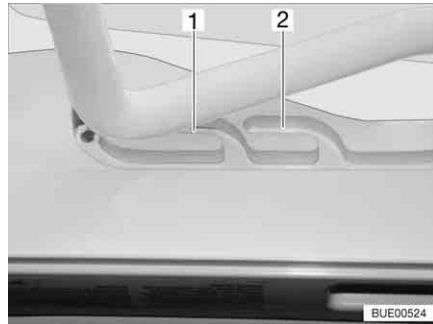
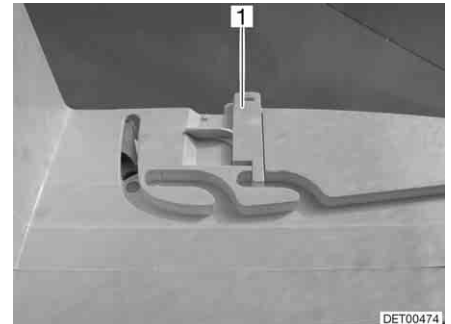

Fig. 91 Claraboya Heki en posición de ventilación
Fig. 92 Bloqueo de la posición de ventilación
La claraboya Heki se puede colocar en dos posiciones de ventilación: Posición de mal tiempo (Fig. 91,1) y posición mediana (Fig. 91,2). Según el modelo, la claraboya podrá ser bloqueada en la posición central con los dos pestillos (Fig. 92,1) a la izquierda y la derecha en el marco de la claraboya.
- Presionar el estribo ligeramente hacia arriba y empujarlo en la guía seleccionada (Fig. 91,1 ó 2) y, si fuera necesario, bloquearlo.